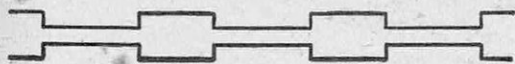

FIG. 1. — TUBE A NÉON-MERCURE ÉMETTANT LA LUMIÈRE DU NÉON ET CELLE DU MERCURE
Les manches aux formes originales, comme ceux qui sont représentés sur la photographie ci-contre, s'obtiennent de différentes façons. Si on ligature des tiges, après avoir pratiqué des incisions sur les parties en contact, on réalise une véritable greffe, comme dans le cas des figures 1 et 2. Les manches représentés en 3 et 5 sont constitués par des racines de buis naturelles, tandis que la racine 4 a été traitée par un acide ; 6, 7, 8 et 9 sont des manches d'ombrelles formés par un ajonc, un châtaignier soudé avec anneau d'ivoire, une racine de molène ou bouillon blanc, un chêne soudé avec anneau d'ivoire ; 10 et 11 représentent des racines de molène et de cardère à foulon destinées à la fabrication de manches d'ombrelles.
M. G. Claude pensa qu'en utilisant un tube présentant des sections larges et étroites (fig. 1), la densité du courant et, par suite, la température étant plus grandes dans les sections étroites, on obtiendrait deux lumières dans le même tube : celle du mercure dans les parties étroites et chaudes, celle du néon dans les parties plus larges, d'où, naturellement, des applications très intéressantes pour la décoration, la publicité, etc...